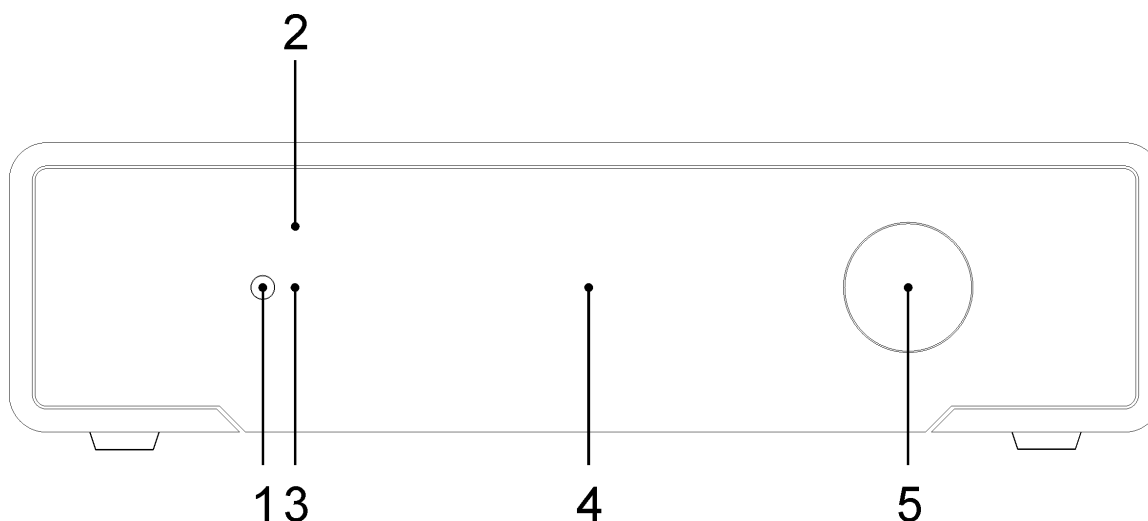

Figura 1
5) Manopola encoder e pulsante. Premere l'encoder per accedere al menù. Premendo più volte questo pulsante vengono visualizzate le varie voci del menù. Quando viene visualizzata la voce che si desidera impostare, ruotare la manopola per impostare il valore desiderato relativo all'opzione scelta. Premere nuovamente l'encoder per confermare il valore impostato ed uscire dal menù premendo il pulsante Exit (Figura 1,1).